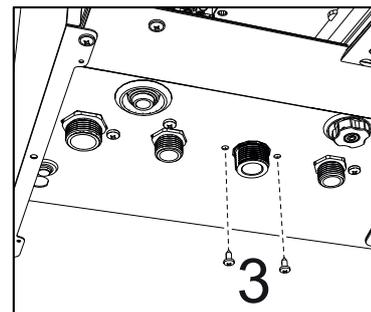

fig. 54 -
- Svitare le viti "3" ("fig. 54 -")